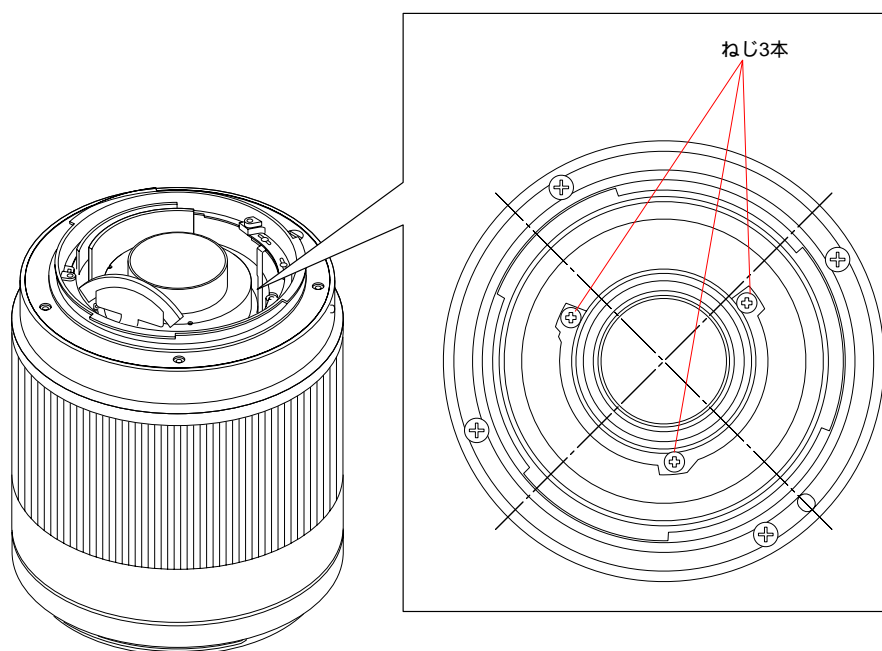

Fig.4-3-5
- 4) 光軸の見えが極端に悪い場合、Fig.4-3-5に示すねじ3本を緩めて4群レンズ枠B組立を上下左右にシフトさせて調節する。